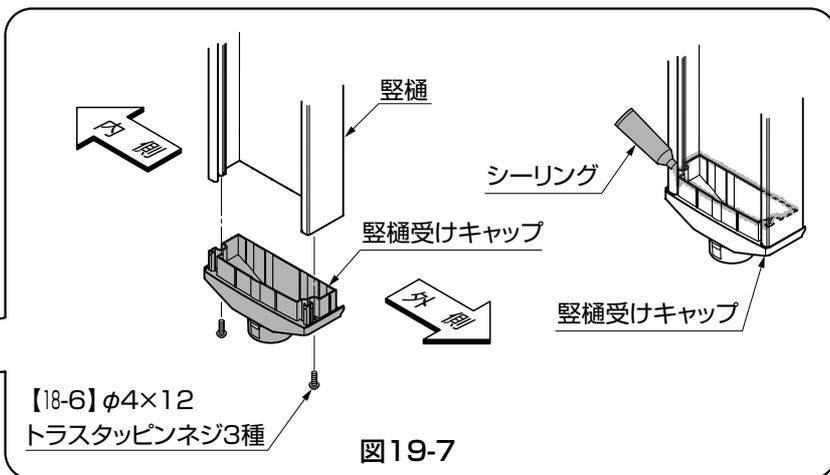

図19-7
- ⑦縦樋に縦樋受けキャップを【18-6】で取付けてください。(図19-7参照)
- ⑧縦樋受けキャップ部をシーリングしてください。(図19-7参照)